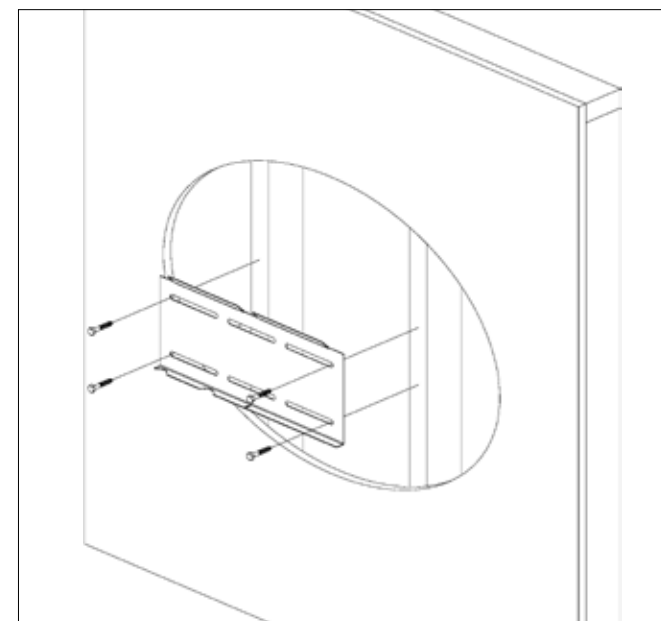

Figura 2
- F. Cuelgue la unidad WOPS en la placa de montaje. Las bridas de la placa de montaje deben insertarse a través de las ranuras en la parte posterior de la unidad WOPS. Una vez que la placa de montaje haya recibido la unidad WOPS, asegure la placa de montaje a la estación de bombeo con el tornillo de bloqueo inferior (consulte la figura 2 arriba).